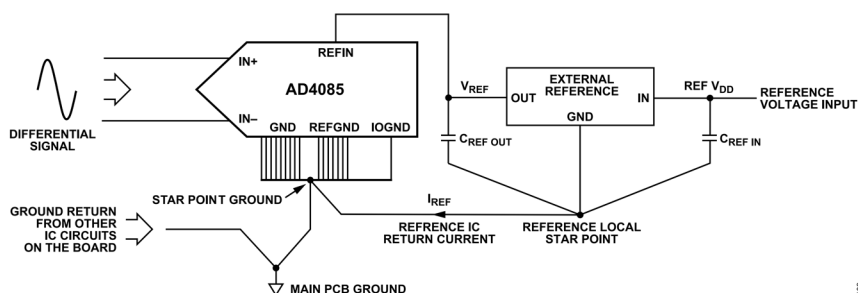

図 107. AD4085 外部リファレンス・グラウンド接続
- ▶ 図 107 に、グラウンド (GND)、リファレンス・グラウンド (REFGND)、およびデジタル・グラウンド (IOGND) の推奨される接続を示します。リファレンス IC の電流帰還経路を、PCB 上の他の回路からの電流帰還ループと同じ電流ループ内に保持しないことを推奨します。図 107 に示すように、リファレンスのローカル・スター・ポイントを PCB の最上層の ADC スター・ポイント・グラウンドに接続します。